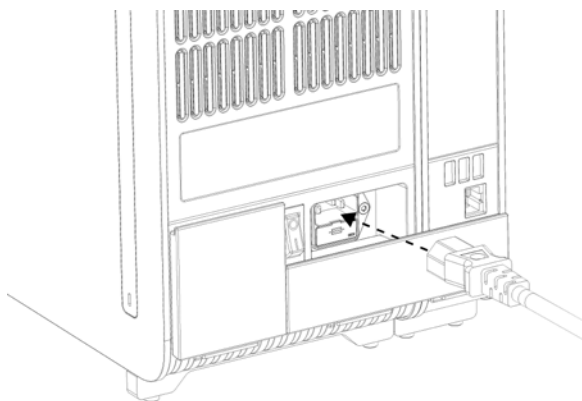

Рис. 20. Підключення шнура живлення.
8. Підключіть шнур живлення, що постачався в комплекті з аналізатором КВІАстат-ДКс (QIAstat-Dx) 1.0, до роз'єму на задній панелі першого аналітичного модуля (рис. 20).